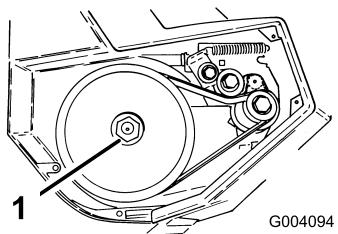

Figura 16
- Tenete fermo il dado esagonale con una chiave da 7/8 poll. mentre svitate l'albero del rotore (Figura 16).